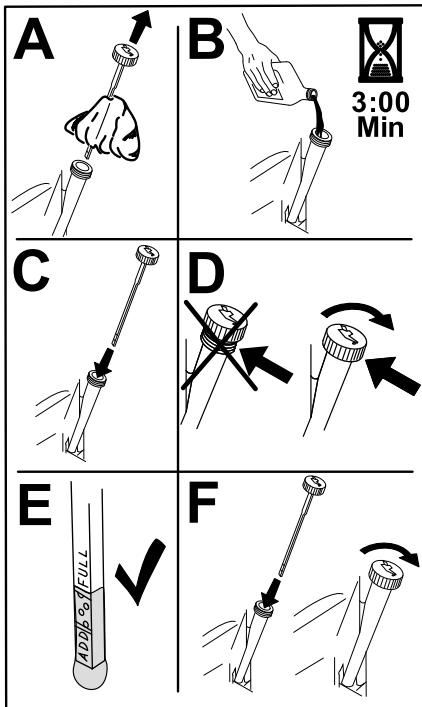

Figura 47
- Vierta lentamente un 80% aproximadamente del aceite especificado por el tubo de llenado, luego añada lentamente el resto del aceite hasta que llegue a la marca Lleno (Figura 47).